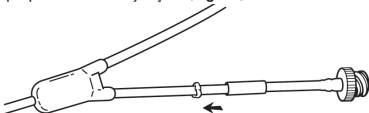

Fig. 14
5. Deslize a cânula de metal da ponta do tubo de substituição completamente para dentro do tubo de extensão. (Fig. 14)